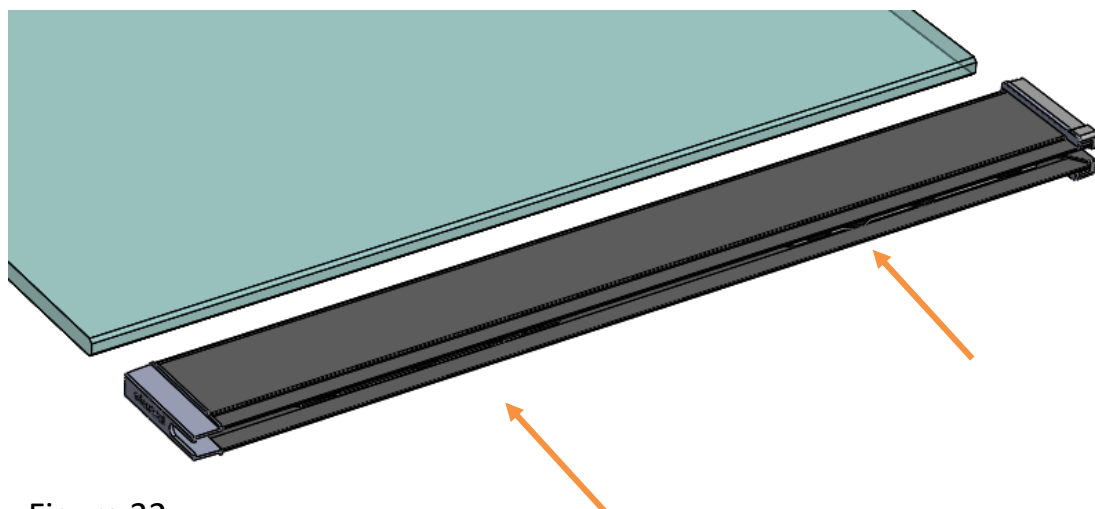

Figura 32
- Colocar el Perfil Mica ya herrado, ajustándolo hasta el fondo de este (Figura 32).